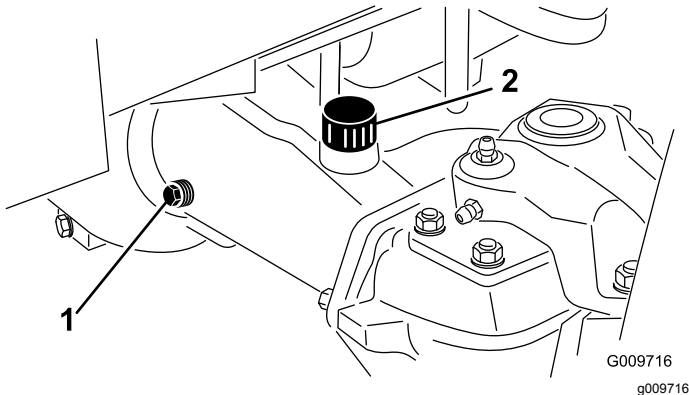

Figure 46
2. Enlevez un bouchon de contrôle à une extrémité du pont arrière (Figure 46) et vérifiez que le lubrifiant atteint la base de l'orifice. Si le niveau est trop bas, enlevez le bouchon de remplissage (Figure 46) et ajoutez une quantité suffisante de lubrifiant pour amener le niveau au bas des orifices de contrôle.